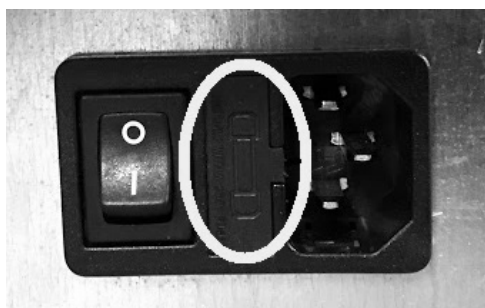

Fig. 46 - Sportellino con i fusibili da rimuovere
- Per la sostituzione dei fusibili nella presa elettrica che si trova dietro la stufa, fare leva con un cacciavite a taglio nello sportellino (vedi **Fig. 46**) ed estrarre i fusibili da cambiare.